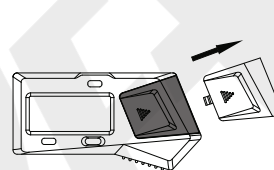

fig.1
- Retire la tapa de la pila (fig. 1).